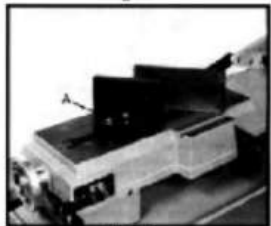

Fig.8
2. Coloque la prensa y vuelva a instalarla como se muestra en la Fig. 8. Preste especial atención Atención a la ubicación del orificio del perno.
4. Ajuste la prensa móvil en paralelo para fijar la prensa aflojando el perno (A, Fig. 8). ajuste